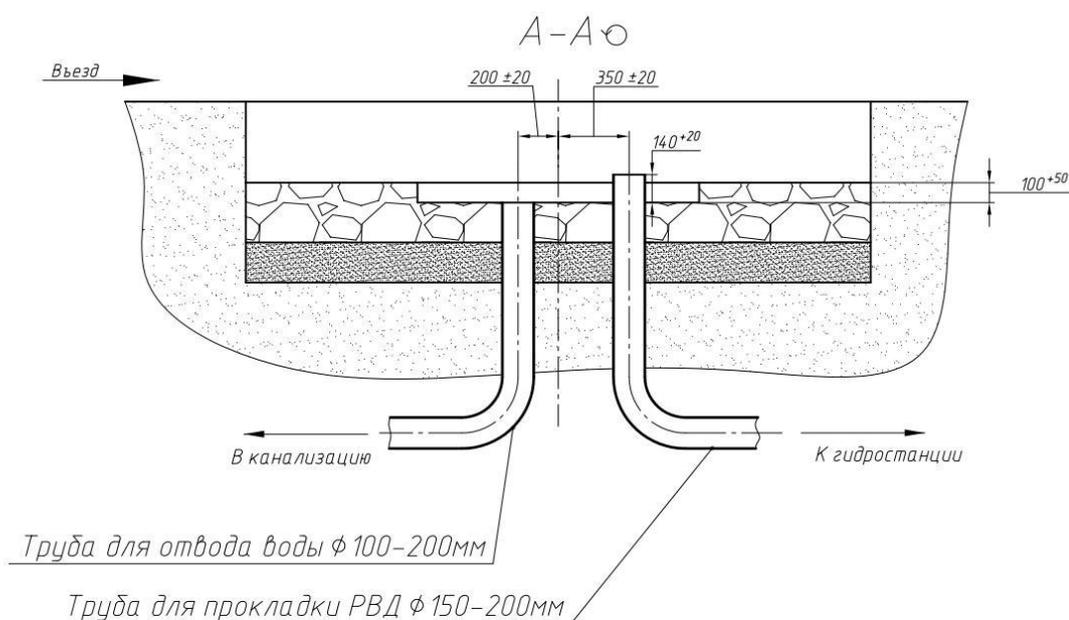

Рисунок 4.2
- 4.1.11 Обрезать дренажную трубу на уровне бетона приямка (рис. 4.2). Обрезать трубу для прокладки РВД на 140мм выше уровня приямка (рис. 4.2).